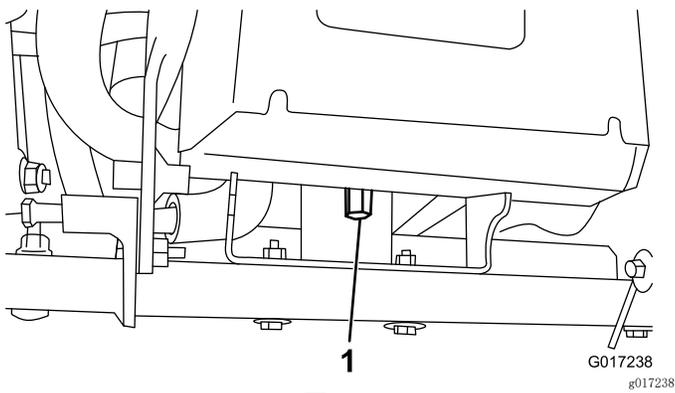

图11
4. 拧下将电池基座后部固定到机器机架上的高螺母（图11）。